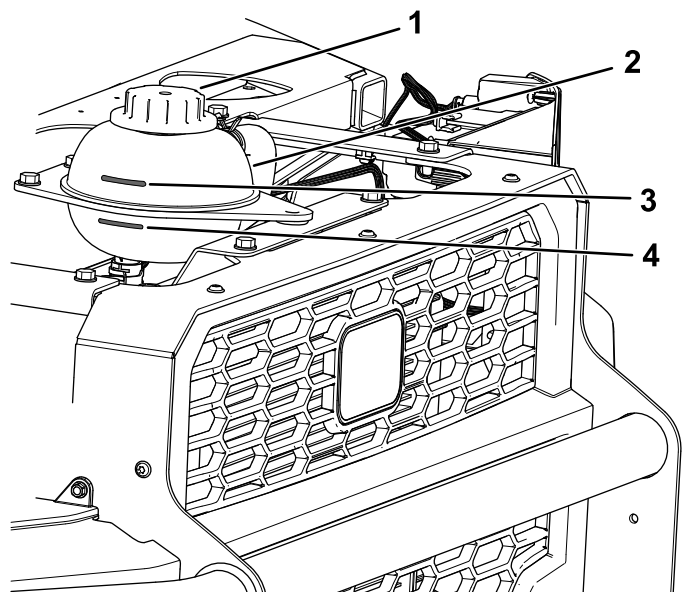

Figure 124
4. Contrôlez le niveau de liquide de refroidissement dans le réservoir (Figure 124).